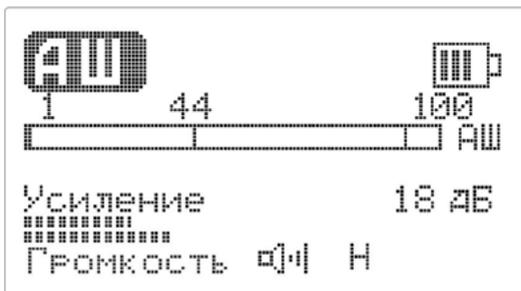

Рисунок 12 – Основной экран меню канала «АШ»
- 4.9. Работа акустическим методом на канале «АШ». Основной экран канала «АШ» (рис. 12). Полоса пропускания на канале «АШ» 100...2000 Гц. Канал может быть использован для прослушивания всего спектра сигналов, принимаемых датчиком.